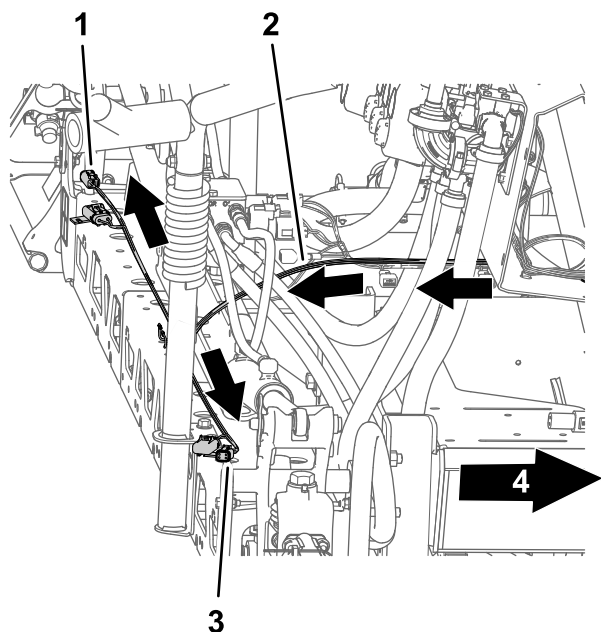

Figura 45
3. Disposizione del cablaggio preassemblato del kit alla sezione di irrorazione centrale (Figura 45) come segue.